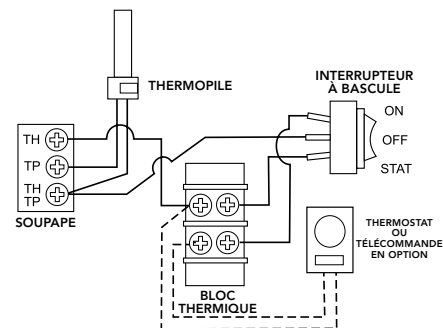

Figure 7.7. Schéma de câblage des accessoires de commande.
4. Raccordez les câbles du récepteur au bornier de raccordement comme indiqué dans la figure 7.7.
- Raccordez chaque fil du thermostat à un des deux connecteurs de raccordement ouverts situés à l'arrière du panneau de commande. Ne serrez pas trop les raccords. Voir la figure 7.7.